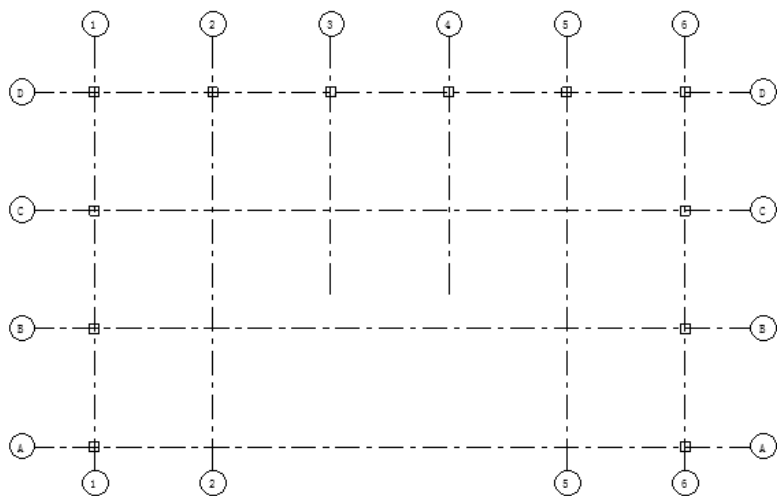
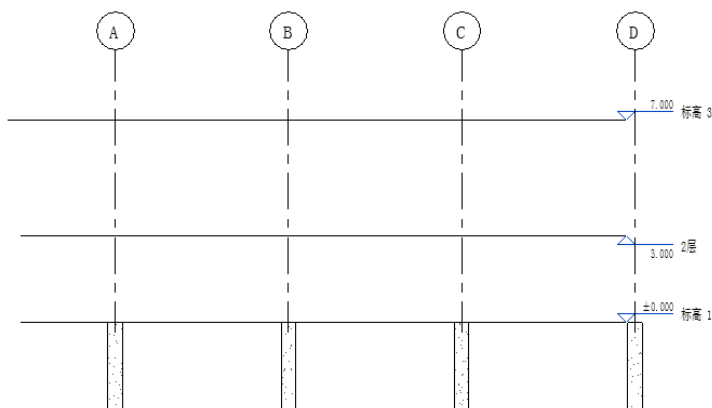

图 5-10 放置柱
图 5-11 观察图形
(8) 在轴网交点处放置柱，按 Esc 键退出柱的放置，结果如图 5-10 所示。在“项目浏览器”中选择“立面”→“东”，双击打开东立面视图，观察图形，如图 5-11 所示。